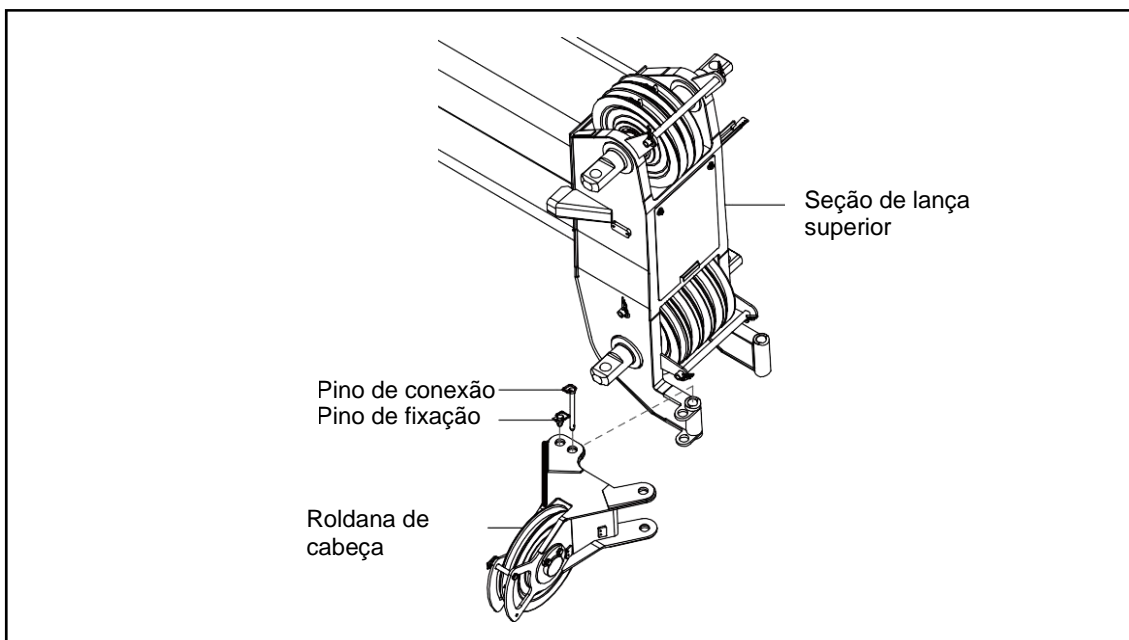

Figura 5-24 Montagem de roldana de cabeça
- Remova o pino de fixação e mova o suporte até a frente da lança. Alinhe os pontos de conexão. Instale o pino de conexão. Consulte a figura 5-24.